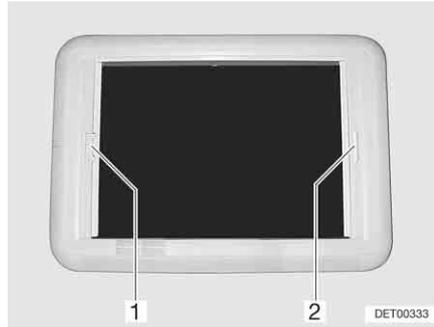

Fig. 75 Oblò Heki, bloccaggio tenda a rullo
*Chiusura:* ■ Tirare l'oscurante a rullo per la maniglia (Fig. 75,2) verso la maniglia contrapposta della zanzariera a rullo (Fig. 75,1) e farlo innestare.
■ Con l'altra mano premere il listello di sblocco in direzione dell'impugnatura tenendo l'impugnatura della zanzariera a rullo (Fig. 75,1). Il bloccaggio si sblocca.
*Chiusura:* ■ Tirare la zanzariera a rullo per la maniglia (Fig. 75,1) verso la maniglia contrapposta dell'oscurante a rullo (Fig. 75,2) e farla innestare.
*Apertura:* ■ Tenere ferma la zanzariera a rullo (Fig. 75,1) con l'impugnatura e premere il listello di sblocco in direzione dell'impugnatura. Il bloccaggio si sblocca.